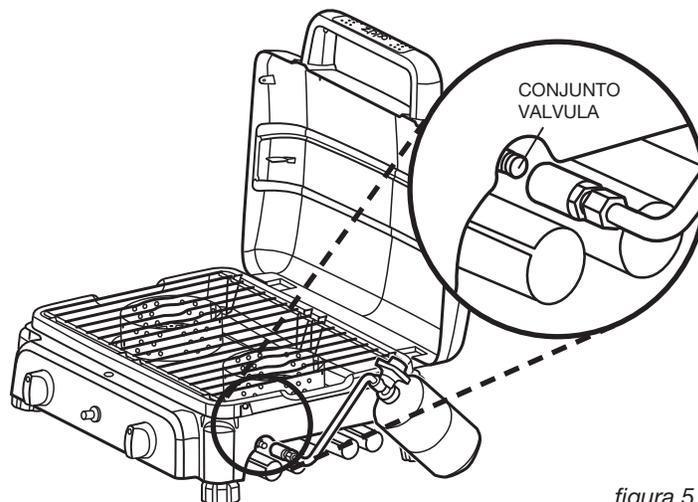
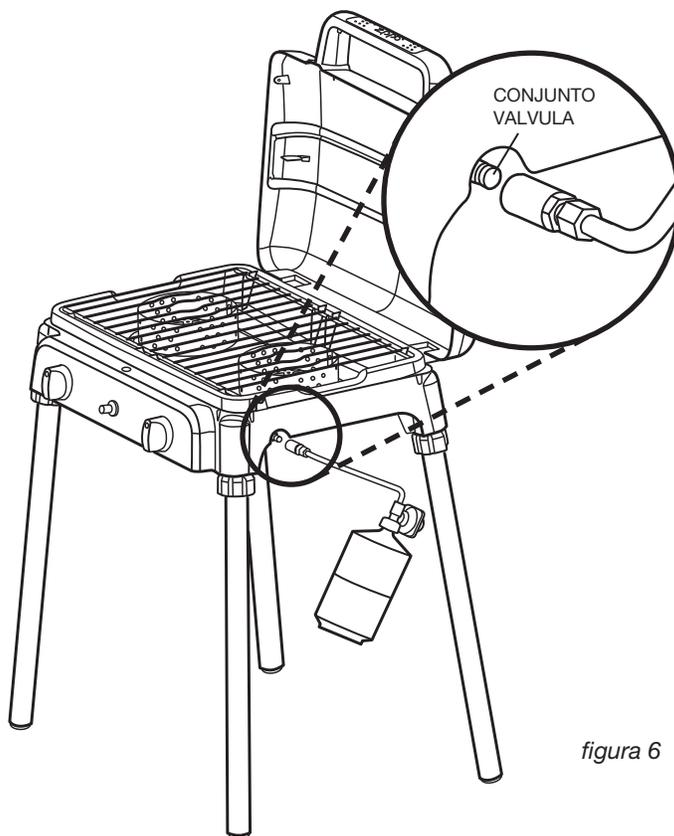

figura 5
figura 6
3. Con el cilindro de propano acoplado al regulador y el acoplador de conexión rápida extendido hacia atrás, empujar el acoplador de conexión rápida hacia la válvula, hasta que se fija (clicks) tal como se muestra en figura 5
4. Posicionar el cilindro de propano, tal como se muestra en la ilustración para modo sobre mesada en figura 5 y para modo de parada libre (con patas opcionales) en figura 6, para asegurar un flujo apropiado del propano.